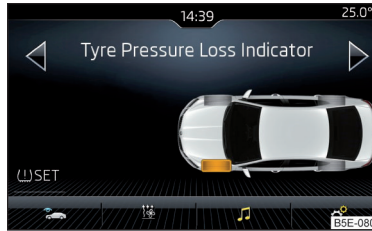

Abb. 296
- ▶ Die Funktionsfläche (L) SET antippen » Abb. 296.
Bei aufleuchtender Kontrollleuchte  im Kombi-Instrument kann im Infotainment der betroffene Reifen angezeigt werden » Abb. 296.